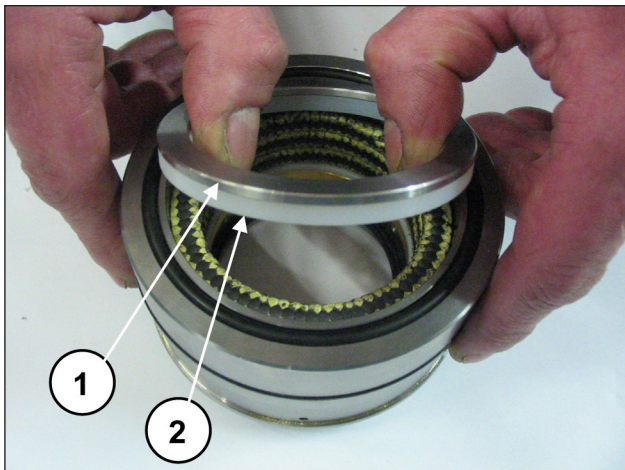
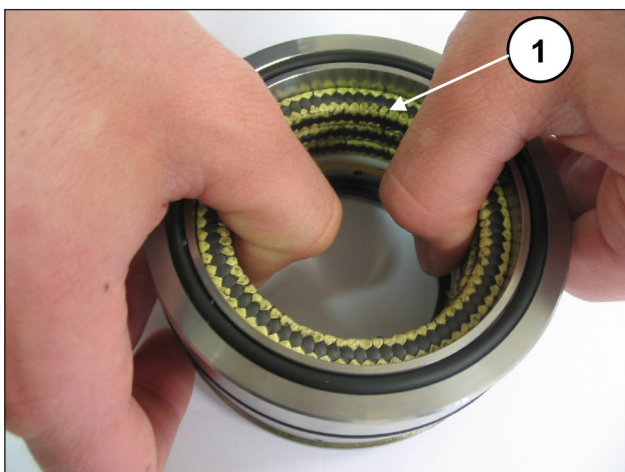

Fig. 161
Fig. 162
Separe o suporte de vedação da camisa, retire o anel para a mola e o anel raspador (pos. ①②, Fig. 161) para acessar as vedações de pressão (pos. ①, Fig. 162).